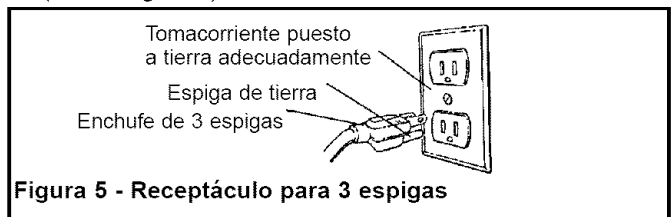

Figura 5 - Receptáculo para 3 espigas
- Esta herramienta viene equipada con un cable especificado para 150V y un enchufe de 3 espigas para conexión a tierra (vea la Figura 5) que lo protegen a usted de un electrochoque.
- El enchufe de conexión a tierra se debe enchufar directamente a un receptáculo para tres espigas, adecuadamente instalado y puesto a tierra, como se muestra (vea la Figura 5).